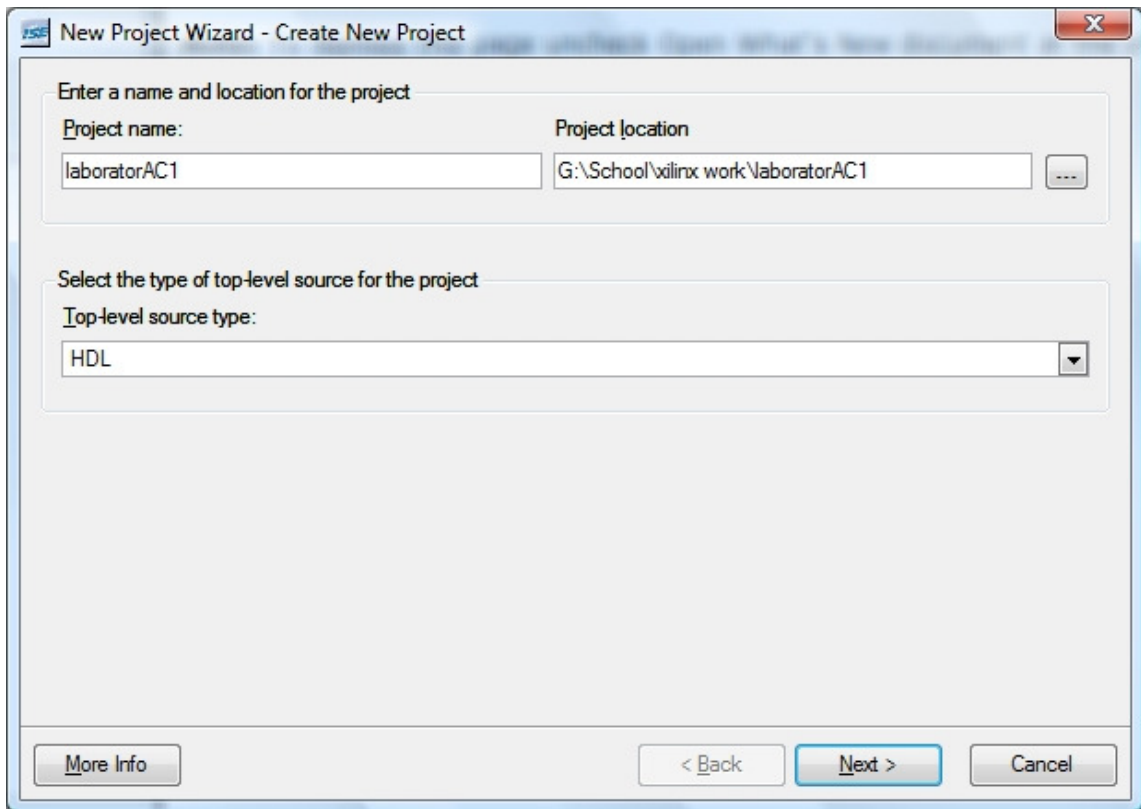

Figura 2.3
- In fereastra urmatoare (Figura 2.3) vor trebui completate: numele proiectului „laboratorAC1”, locatia si tipul sursei „HDL”.